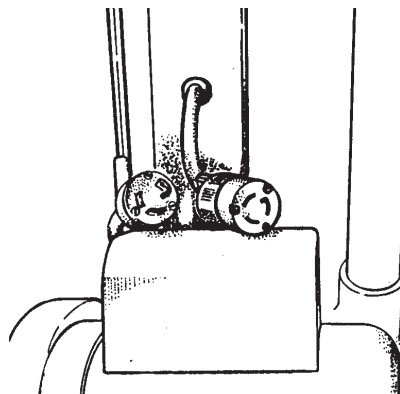

Figure 3
- 3 Tourner et retirer le raccord de poignée du cordon du moteur. (Figure 3)